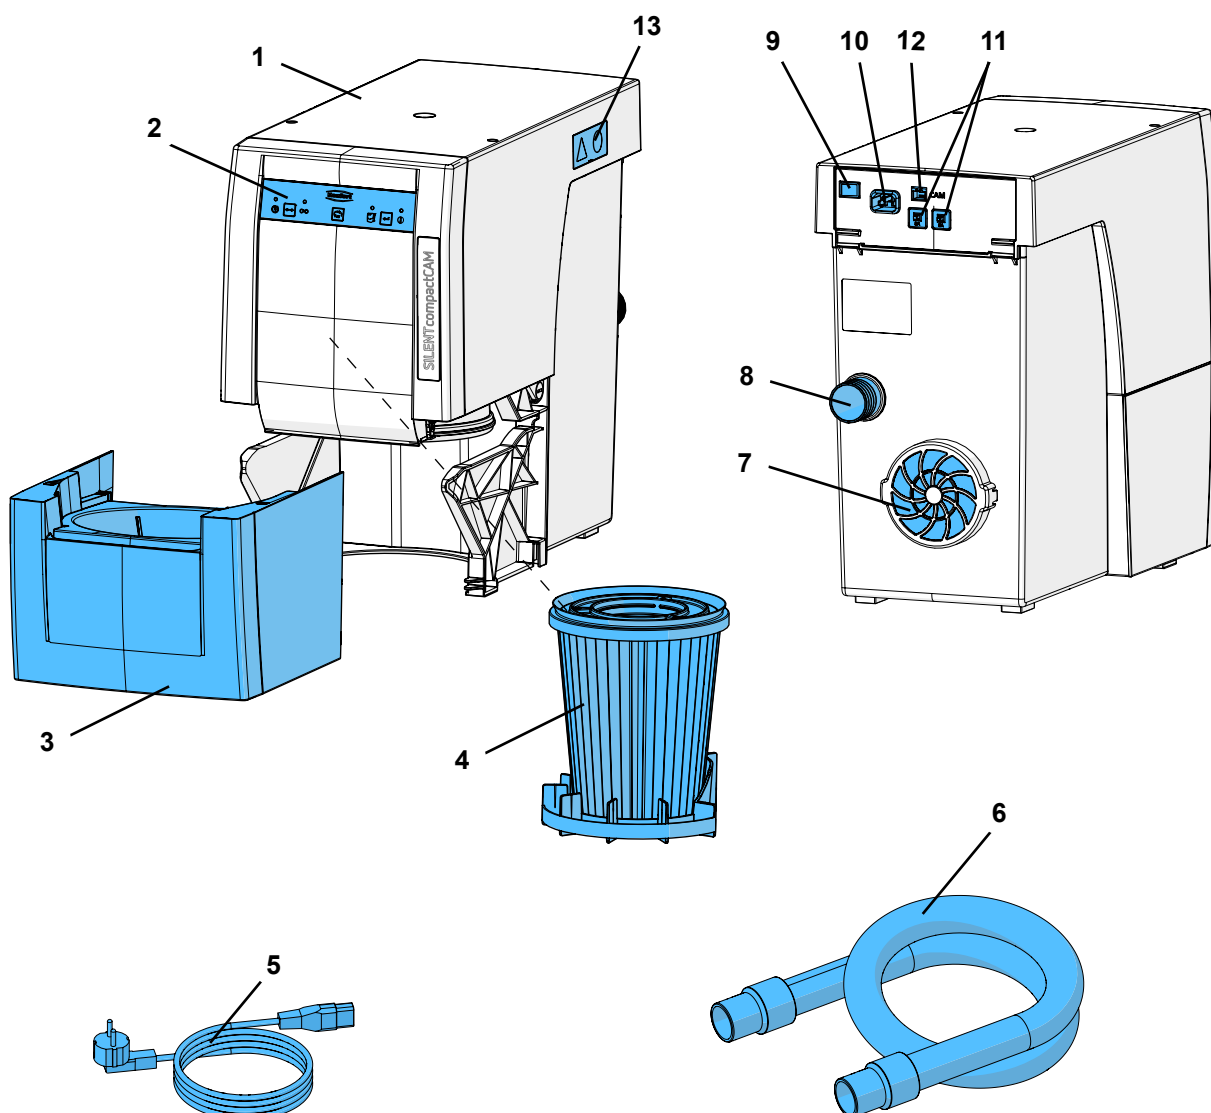

Fig. 1
- l'évacuation de l'air rejeté (7, Fig. 1) ne soit pas entravée.
- Ouverture d'au moins 250 x 120 mm dans le panneau arrière de l'armoire, directement en face de l'ouverture d'évacuation de l'air rejeté (7, Fig. 1).
⇒ Brancher le câble d'alimentation (5, Fig. 1) sur la prise de raccordement au secteur de l'appareil (10).
⇒ Brancher le tuyau d'aspiration (6, Fig. 1) sur l'embout d'aspiration (8).